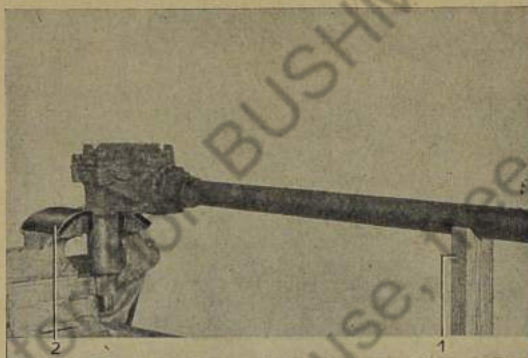

Bild 567: Lenkstock im Schraubstock einspannen
2. Lenkstock unter Verwendung von Bleibacken im Schraubstock einspannen (Bild 567).